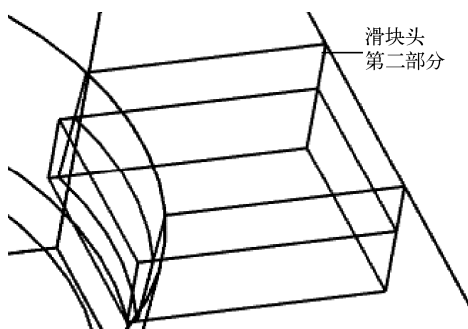

图 8-48 拉伸滑块头第二部分
(8) 切换回建模状态。在图 8-42 所示的【拉伸】对话框中设置拉伸结束平面为【直至下一个】，在对话框中单击【确定】按钮，完成滑块头第二部分的创建，为图 8-48 所示。